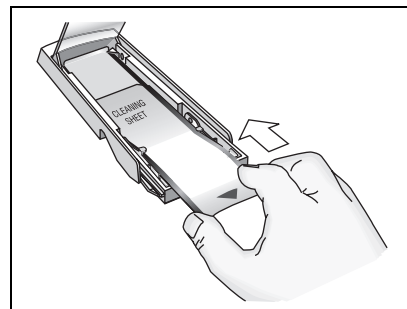

figure 2
- 2 Chargez la feuille de nettoyage dans le chargeur de manière à ce qu'elle glisse au-dessus des broches du guide avant, mais sous les broches du guide arrière. Le bord avant du papier devrait rester au-dessus des guides avant (voir la figure 2).